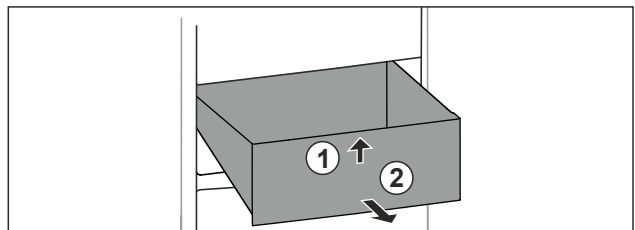

Fig. 76
- ▶ Schubfach vorne anheben. Fig. 76 (1)
- ▶ Schubfach nach vorne entnehmen. Fig. 76 (2)